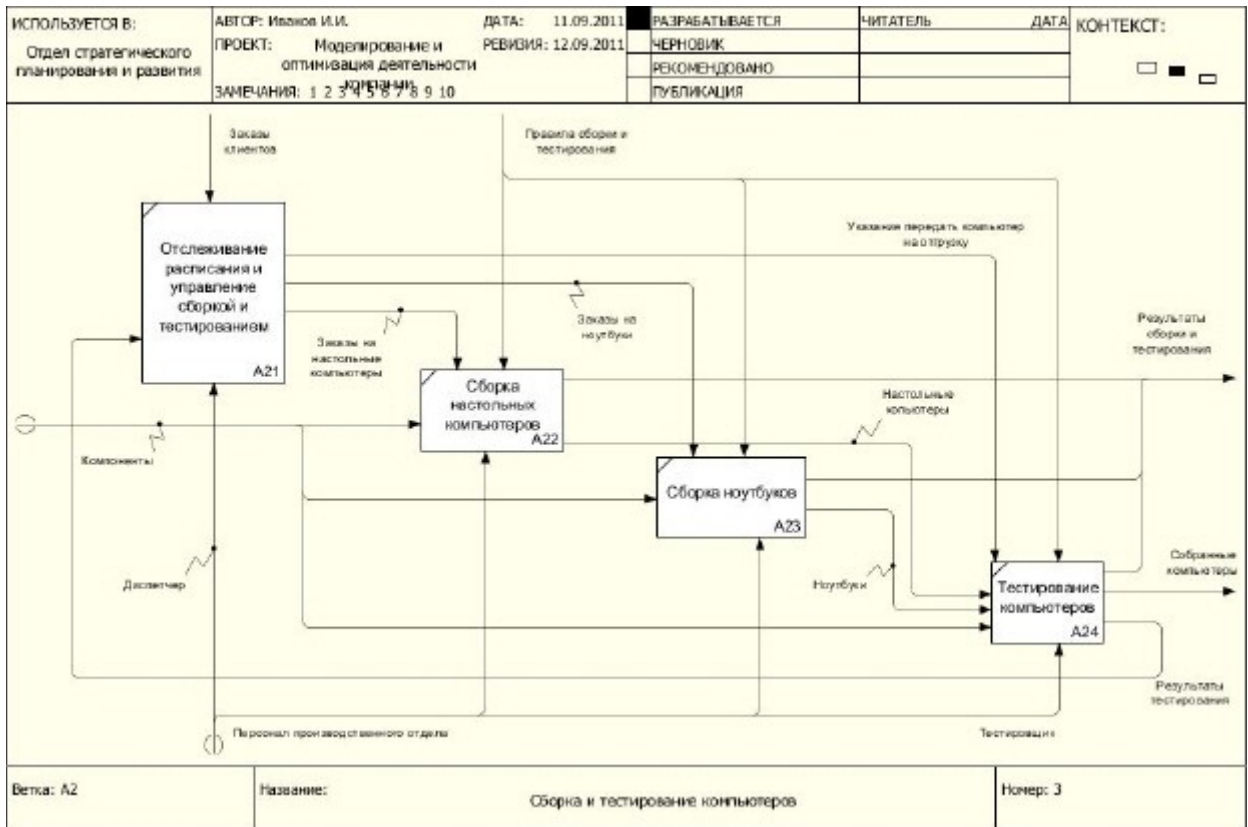

Рис. 9. Результат декомпозиции процесса «Сборка и тестирование»
2. Произведите туннелирование и связку граничных стрелок, если это необходимо. Результат выполнения упражнения 3 представлен на рис. 9.